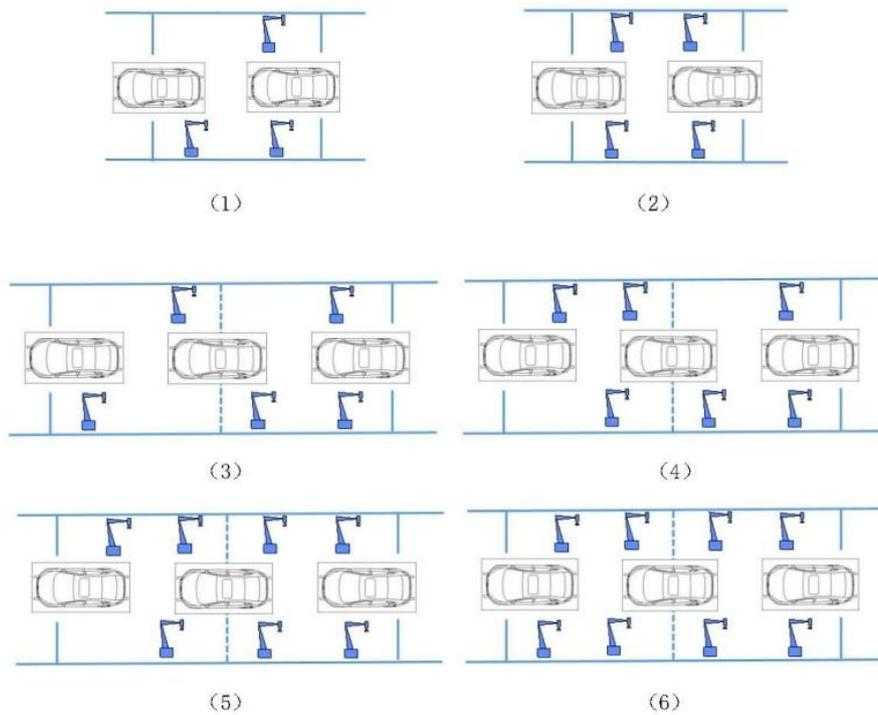

图1 车身外表面喷涂工作站布局
5.2 车身外表面喷涂工作站应根据喷涂节拍和喷涂车身面积选用 3~8 台固定式 6 轴机器人，常见车身外表面喷涂工作站布局如图 1 所示。